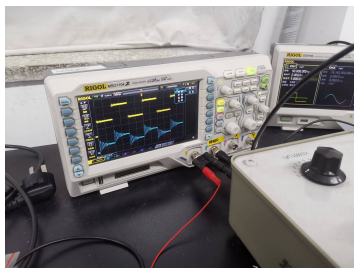

图 6:  $R=0$  时的暂态过程
1.  $R = 0\Omega$ , 测量  $u_C$  波形, 见图 6